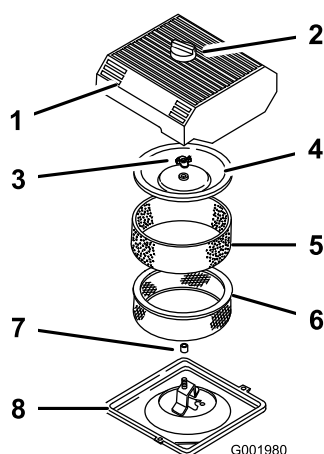

Figura 43
3. Para evitar qualquer dano, limpe à volta do filtro de ar para impedir a entrada de impurezas para o interior do motor (Figura 43).
4. Desaperte o botão existente na parte superior do filtro de ar e retire a cobertura (Figura 43).
5. Retire cuidadosamente o filtro de esponja, passando pelo filtro de papel (Figura 43).
6. Desaparafuse a porca da cobertura e retire a cobertura e o filtro de papel (Figura 43).
1. Coloque cuidadosamente o filtro de esponja, passando pelo filtro de papel (Figura 43).
3. Coloque a porca da cobertura e aperte contra a cobertura (Figura 43).
4. Coloque a cobertura do filtro de ar e o botão (Figura 43).